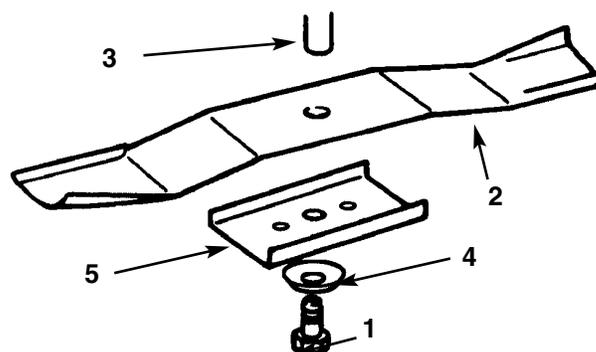

Fig. 35
3. Togliere il bullone (chiave 5/8"), la rondella curva e la lama (Fig. 35). Quando si toglie il bullone si può bloccare la lama inserendo un blocco di legno fra la lama ed il tosaerba.
1. Montate la lama, il fermo, la rondella curva (lato a tazza verso la lama) ed il bullone della lama (Fig. 35).